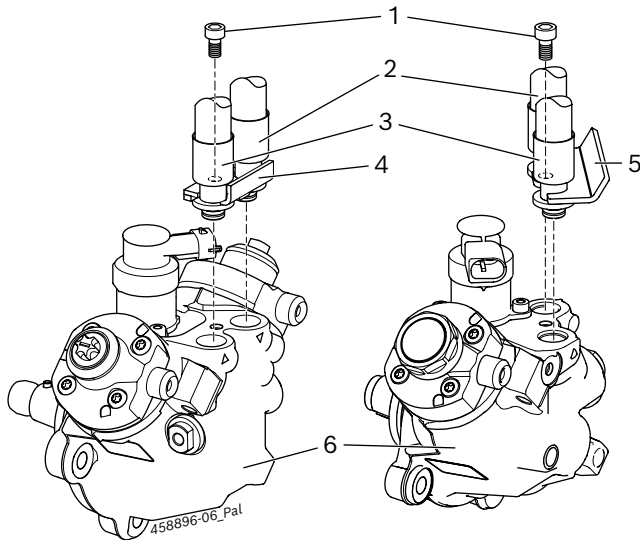

Fig. 4: Testanslutning CP4 med fästvinkel
! Använd de pumpspecifika slangarna 1 680 712 351 eller 1 680 712 352 för anslutning av testolja till CP4. Slangarna fästs på CP4 med den pumpspecifika fästvinkeln 1 681 038 392 (fig. 4, pos. 4) eller fästvinkeln 1 681 038 430 (fig. 4, pos. 5) och insexskruven M6 x 12 (fig. 4, pos. 1). Slangarna, fästvinkeln och insexskruven ingår i leveransen med delsatsen 1 687 016 125.
1. Anslut slangen för testoljetillflöde (fig. 4, pos. 2) till tillflödesanslutningen på CP4.
2. Anslut slangen för testoljeretur (fig. 4, pos. 3) till returanslutningen på CP4.
3. Fäst båda slangarna med fästvinkeln 1 681 038 392 (fig. 4, pos. 4) eller fästvinkeln 1 681 038 430 (fig. 4, pos. 5) och insexskruven M6 x 20 (fig. 4, pos. 1) i CP4.